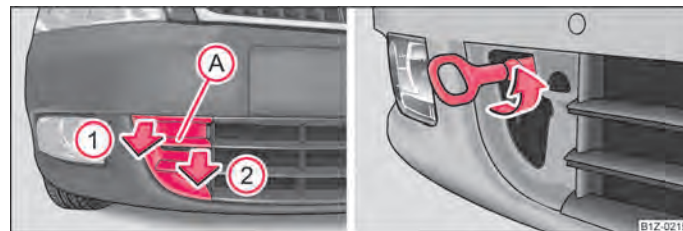
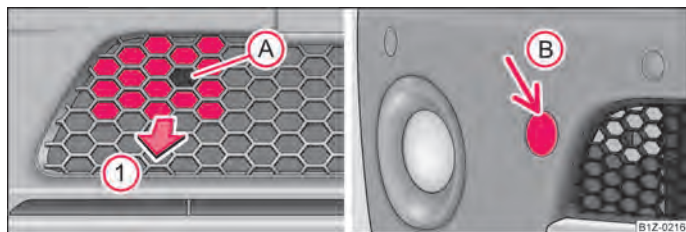

Fig. 173 Pare-chocs avant : Grille de protection/pose de l'oeillet de remorquage
Fig. 174 Pare-chocs avant Octavia RS : Grille de protection/Octavia Scout : Cache
- Insérez les doigts dans l'ouverture (A) ⇒ fig. 173.
- En tirant dans le sens de la flèche ①, défaites le cache d'abord dans la partie supérieure sur le côté du phare antibrouillard.
- Ensuite, défaites le cache également de l'autre côté dans le sens de la flèche ② et enlevez-le.
- Visser manuellement l'oeillet de remorquage à fond vers la gauche ⇒ fig. 173 - à droite et serrer à fond. Pour le serrage, nous recommandons d'utiliser par ex. la clé de roue, l'oeillet de serrage d'un autre véhicule ou un objet analogue que vous pouvez passer à travers l'oeillet.
- Introduisez un doigt dans l'ouverture (A) de la grille ⇒ fig. 174.
- Déverrouillez le cache en tirant dans le sens de la flèche ① et sortez-le.
- Vissez l'oeillet de remorquage manuellement vers la gauche jusqu'à ce qu'il soit en butée ⇒ fig. 173 - à droite et serrer celui-ci aussi fermement que possible.
- Appuyez sur la partie supérieure du cache (B) et sortez-le.
- Vissez l'oeillet de remorquage manuellement vers la gauche jusqu'à ce qu'il soit en butée ⇒ fig. 173 - à droite et serrer celui-ci aussi fermement que possible. Pour le serrage, nous recommandons d'utiliser par ex. la clé de roue, l'oeillet de serrage d'un autre véhicule ou un objet analogue que vous pouvez passer à travers l'oeillet.